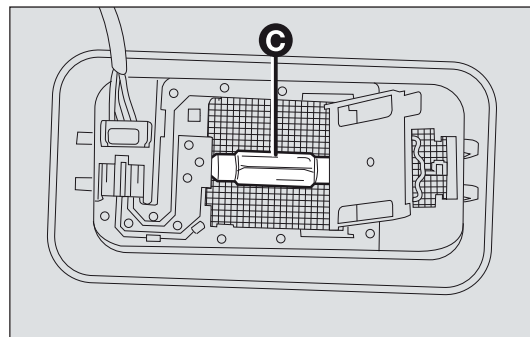

fig. 162
- ☐ sostituire la lampada C-fig. 162 svincolandola dai contatti laterali, inserire la nuova lampada accertandosi che la stessa risulti correttamente bloccata tra i contatti stessi;